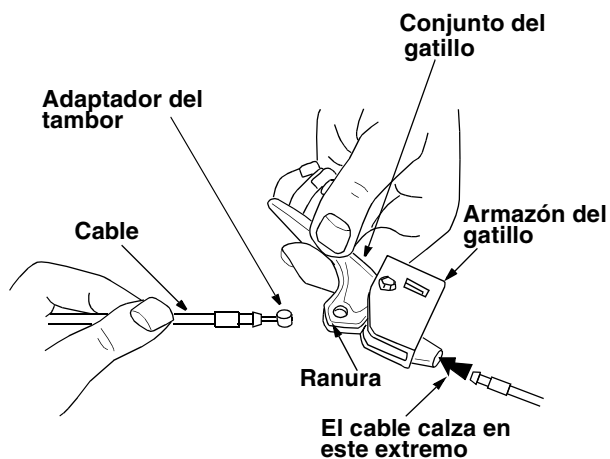

Figura 12
- Coloque el adaptador del tambor del cable dentro del orificio del gatillo. Usted puede encontrar los gatillos y la ferretería relacionada en el grupo H del conjunto de ferretería (en la página 6). Tire del cable y gírelo alrededor del fondo del gatillo, con el cable interior en la ranura, hasta que el extremo del cable pueda ser empujado dentro del armazón del gatillo y calzado firme. Vea la Figura 12.